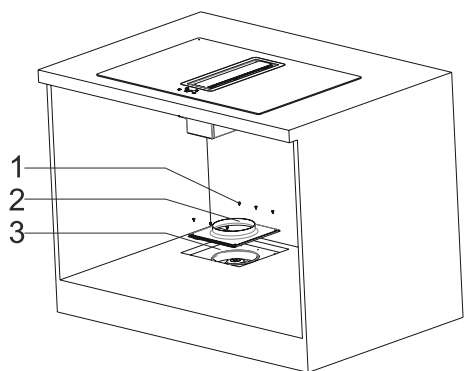

Fig. 19
9. ➤ Montera nu utsugsplattan på motorn med de ursprungliga skruvarna (Fig. 19).